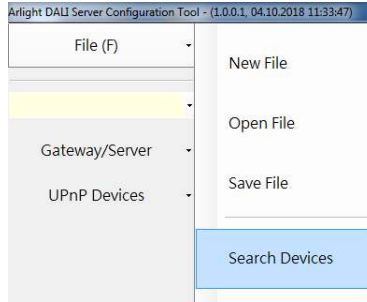

Рисунок 2.
2. После запуска программы в верхней строке нажмите File -> Search Devices (Рисунок 2). Будет произведен поиск всех логических контроллеров в Вашей сети.